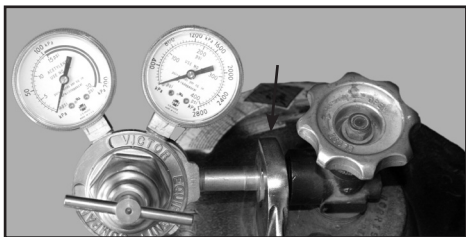

Figura 3
1. Revise cuidadosamente el regulador para asegurarse de que la rosca no está dañada y de que no tiene suciedad, polvo, grasa, aceite o cualquier otra sustancia inflamable. Quite el polvo y suciedad con un trapo limpio. Asegúrese de que el filtro giratorio de la entrada está limpio y colocado en su lugar. Conecte el regulador a la válvula del cilindro. Apriételo bien con una llave de tuercas (ver figura 3).